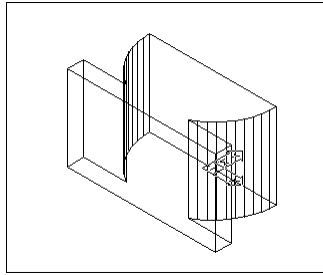

图 18-14
(5) 切割处理。单击  按钮或者直接在命令行输入 `slice`，以过圆柱中心的 ZX 平面为切割平面，对上述实体进行切割处理，结果如图 18-14 所示。